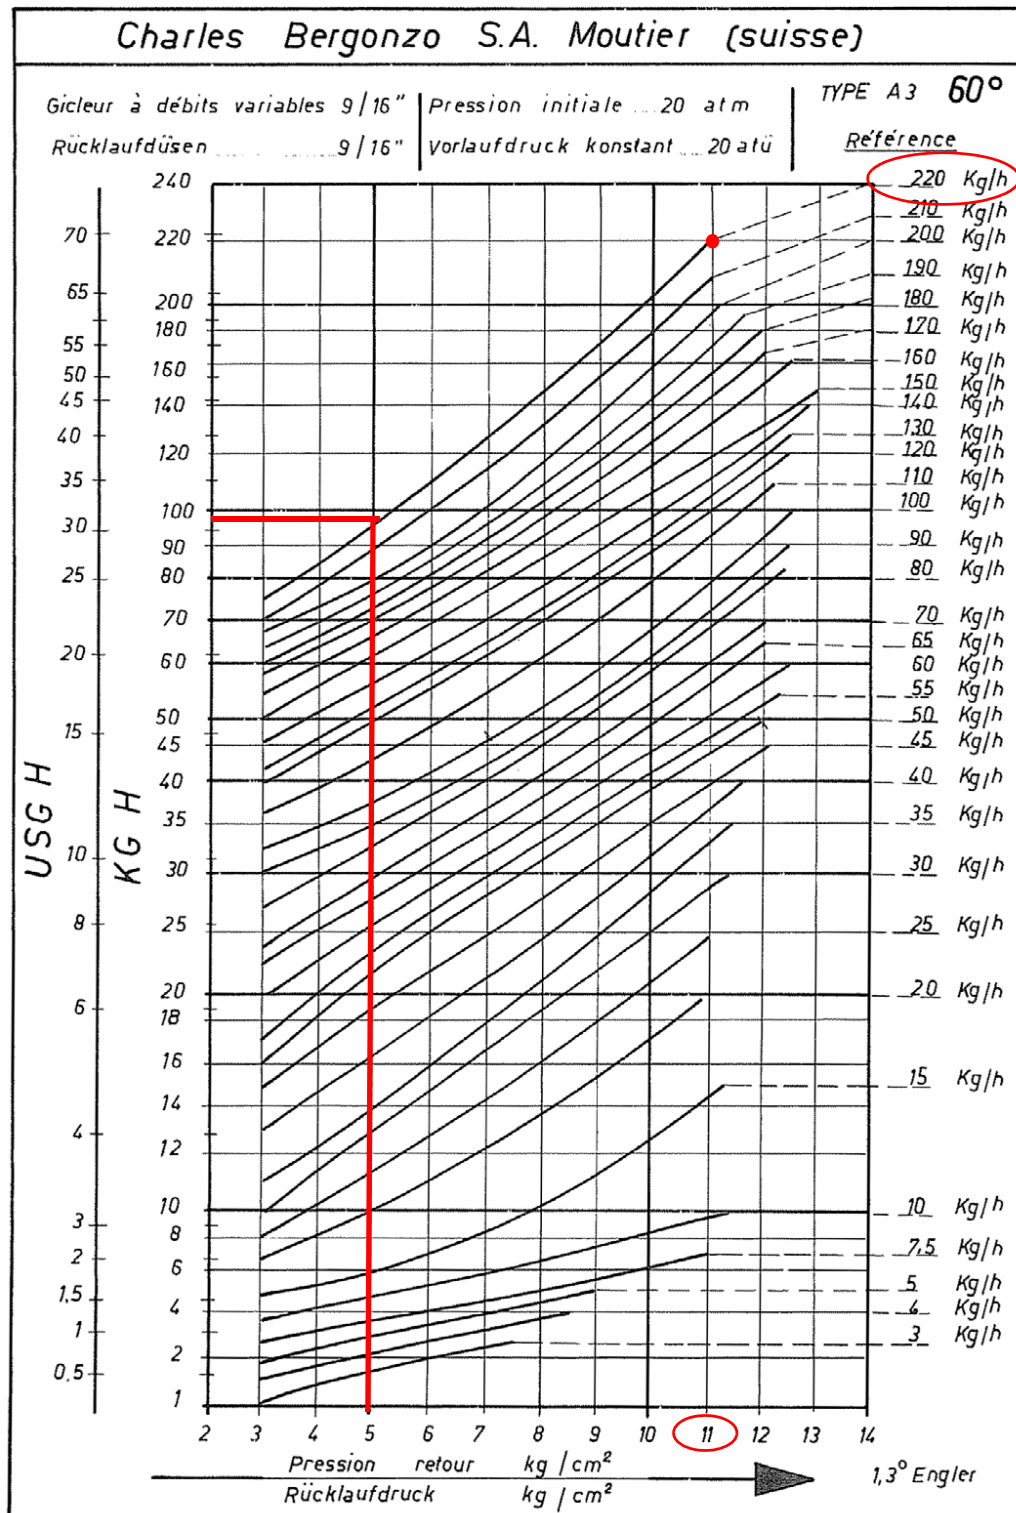

Рис. 10
Расход дизельного топлива регулируется, благодаря выбору форсунки (противопоточного типа), подходящего для мощности котла/утилизатора размера и регулировки давления топлива на подаче и обратном ходе, в соответствии с параметрами, указанными на графике на Рис. 10.
- 16 Сместить **кулачок III** (малое пламя) в сторону минимальной мощности, с тем, чтобы сервопривод начал закрываться, до тех пор, пока два подшипничка не совместятся с регулировочным винтом, относящимся к самой низкой точке: закручивать винт **V** для увеличения расхода, откручивать - для уменьшения, с целью получения значения давления, как на графике на Рис. 10, на основании требуемого расхода.